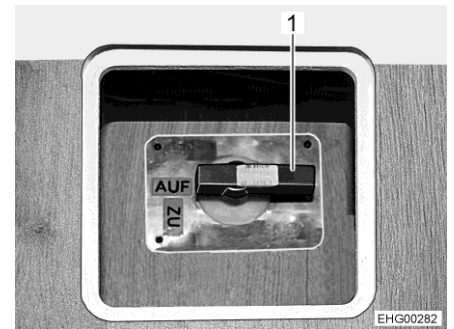

Bild 107 Bedienhebel für Abwasserhahn
- Ablasshahn öffnen. Dazu Bedienhebel (Bild 107,1) in Stellung "AUF" drehen.
- Ablasshahn wieder schließen. Dazu Bedienhebel (Bild 107,1) in Stellung "ZU" drehen.